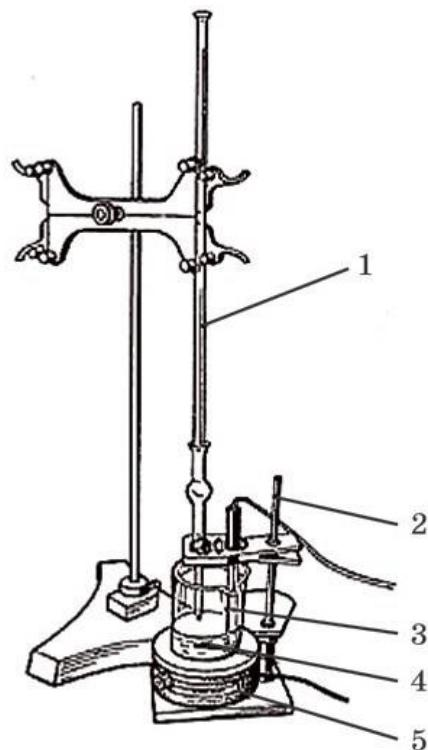

Рис. 9. Установка для кислотно-основного титрования:
- Осторожно опустите в стакан магнитный якорь. Поместите стакан на рабочую поверхность магнитной мешалки. Включите мешалку и осторожно, чтобы не разбить электрод, опустите его в стакан с раствором щёлочи (рис. 9).